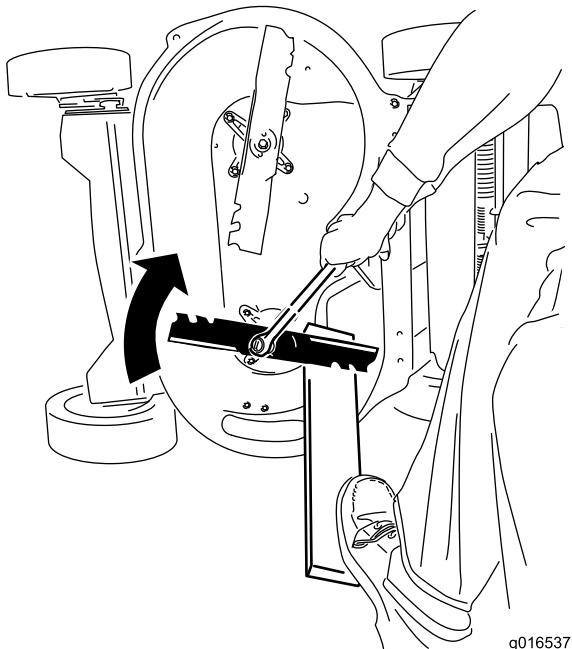

Figure 45
- Immobilisez chaque lame à l'aide d'une planche et tournez le boulon de lame dans le sens horaire au moyen d'une clé dynamométrique comme montré à la Figure 45; serrez le boulon de lame à 82 Nm (60 pi-lb).